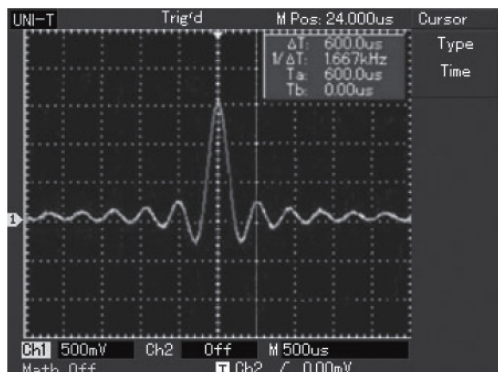

Рисунок 3-6. Курсорное измерение частоты сигнала
- В меню курсора автоматически отобразится величина $1/\Delta T$, то есть частота этой точки (см. Рисунок 3-6).